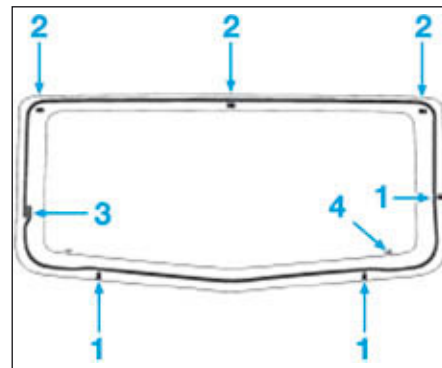

FIG.11
- Installer les trois cales (1) sur le panneau de porte.
- Coller les trois cales adhésives (2) sur la feuillure du panneau de porte (Fig.11).
- Respecter l'emplacement du raccord (3) du cordon de colle.
- Placer la vitre en butée contre les cales (1).
- Les repères (4) permettent le positionnement des balais d'essuie-vitre.